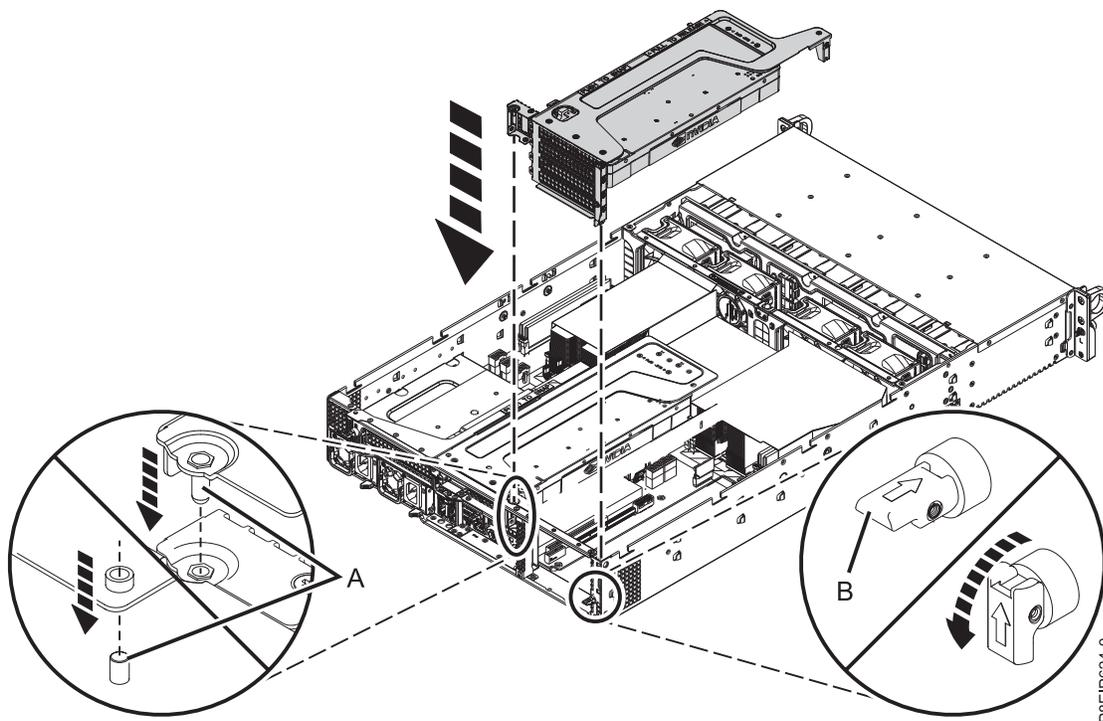

Figura 28. Inserción de la GPU y la tarjeta de expansión
- h. Inserte la GPU y la tarjeta de expansión PCIe, como se muestra en la Figura 28 en la página 31.